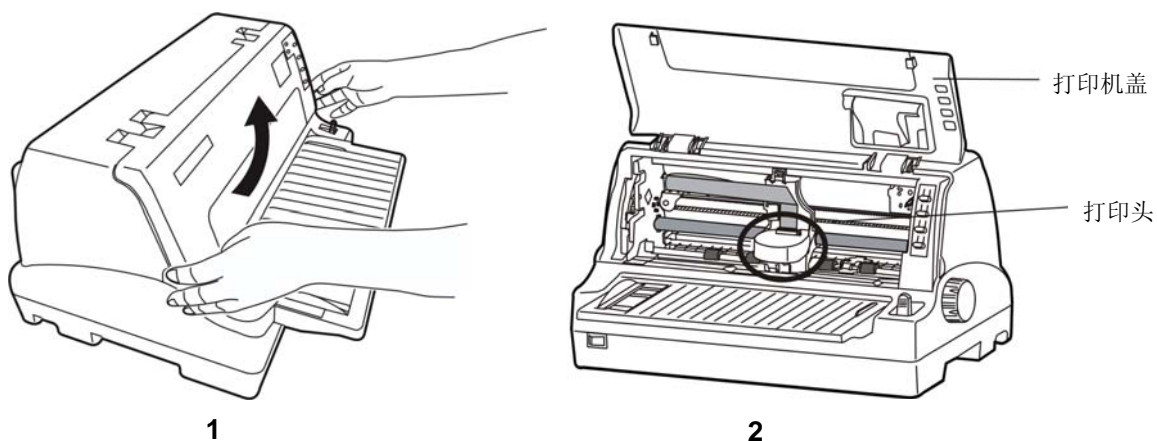

图 2-8 打开打印机盖
2. 用双手按住打印机盖左右两侧的凹位向上打开打印机盖（如图 2-8 所示）。
3. 将打印头移到打印机中间（如图 2-8 (2) 所示）。